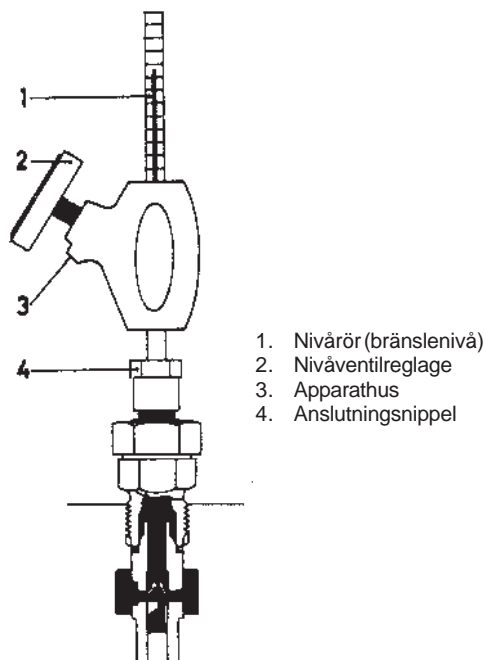

Fig. 5. Nivåkontroll (Wilbärrör)
1. Montera Wilbärröret på tryckrörsnippeln. Ställ pumpen på högsta matning. Drag runt motorn i rätt rotationsriktning tills nivåröret är fyllt med luffritt bränsle. Se fig. 5.